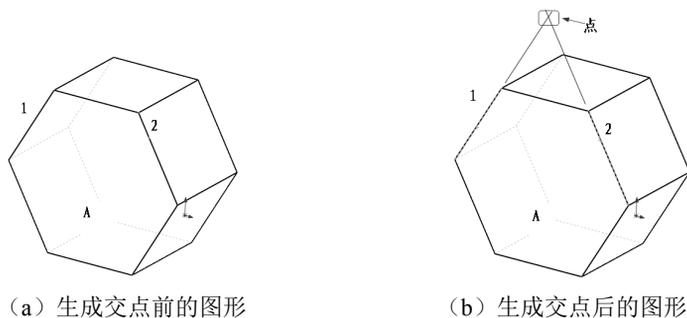

图 2-8 生成特征边线交点
以图 2-8 所示为例，生成面 A 中直线 1 和直线 2 的交点，其中图 2-8 (a) 为生成交点前的图形，图 2-8 (b) 为生成交点后的图形。
(1) 打开随书电子资料中的源文件“生成特征实体中两个不平行边缘的交点”，选择如图 2-8 (a)
(2) 按住 Ctrl 键，选择如图 2-8 (a) 所示的边线 1 和边线 2。
(3) 选择菜单栏中的“工具”→“草图绘制实体”→“点”命令，或者单击“草图”选项卡中的“点”按钮，此时生成交点后的图形如图 2-8 (b) 所示。